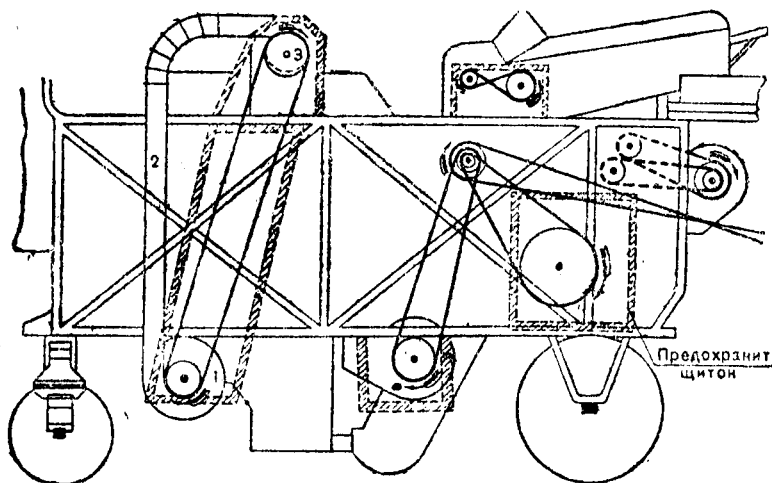

Рис. 136. Молотилка МК-1100 (левая сторона. Расположение ремней и предохранительных щитков):
2. Шнек 2, установленный внизу молотилки, служит для приема пыжины, идущей сходом с половного решета первой очистки, и для подачи пыжины в эксгаустер (рис. 136).
3. Эксгаустер, состоящий из пятилопастного крылача с лопатками и трубопровода 2 (рис. 136), производит подачу пыжины в терочный барабан.
За шнеком стоит подвижная регулировочная доска, с помощью которой задерживают пыжину, чтобы она не вылетала вместе с половой под машину. Шнек подает пыжину к эксгаустеру (рис. 136), а последний в терочный барабан 3. При вращении барабана пыжина прижимается бичами к граненой сетке цилиндра терки, вследствие чего бобки разрушаются.